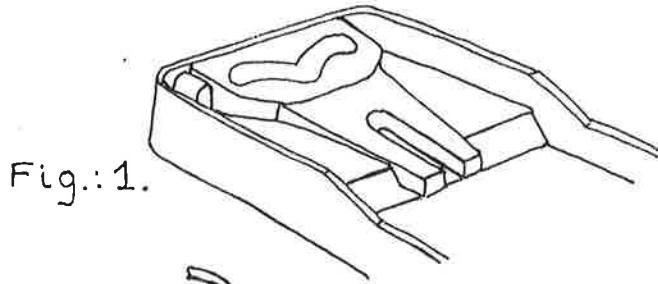
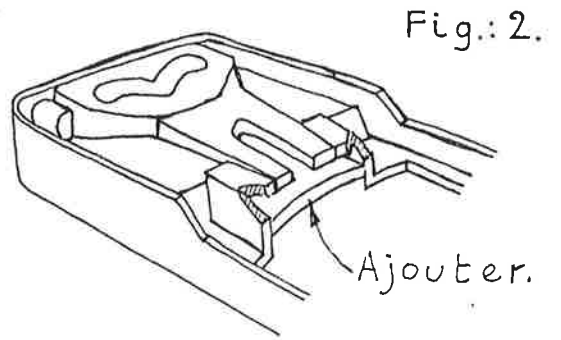

Fig.:1.
Fig.:2.
Le corps de l'attelage a un encombrement de 20 de large et 20 de long. Il est placé directement contre la traverse tampon. La pointe arrière doit donc trouver place au-dessus du bogie. Le corps sera donc incliné (fig. 1 et 2).
- Dégager les embases des tampons pour y glisser le corps de l'attelage (fig. 1 et 2).
- L'attelage côté bogie porteur trouve assez facilement sa place (fig. 1); il n'en est pas de même pour le côté bogie moteur pour lequel il faut raccourcir au maximum le corps et le timon afin qu'il n'empiète pas sur le cercle de rotation du bogie (fig. 2 et 4).
- A cause du relèvement du bogie, le guidage longitudinal de celui-ci n'est plus bien assuré. Le châssis possède deux excavations dans lesquelles viennent les pattes de retenue du bloc moteur-bogie. Il faut relever le niveau inférieur de ces deux excavations de 2 mm environ avec une plaque de plastique sans empiéter sur le débattement circulaire du bogie (fig. 2).
- L'extrémité des longerons du bogie vient maintenant buter contre les deux excavations. Il faut enlever les coins gênants (fig. 2 et 4).